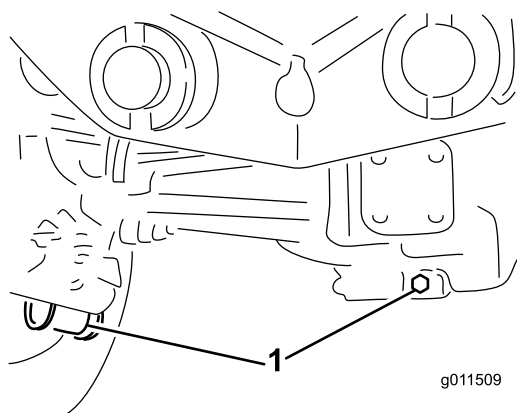

Figura 90
2. Limpe a zona em redor dos 3 tampões de escoamento, 1 em cada extremidade e 1 no centro (Figura 90).